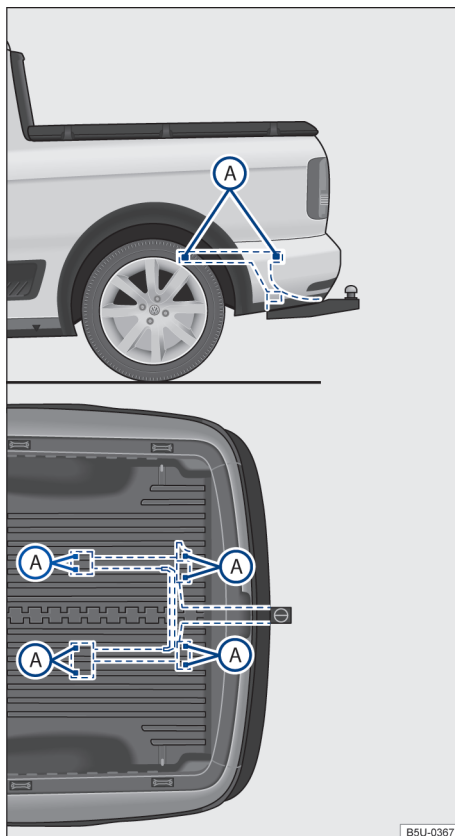

Fig. 124 Puntos de fijación para el montaje posterior de un enganche para remolque.
La figura → **fig. 124** muestra, a modo de ejemplo, el punto de fijación para montar un dispositivo de remolque del modelo Nueva Saveiro.
El montaje posterior de un dispositivo de remolque deberá ser efectuado de acuerdo con las instrucciones del respectivo fabricante del enganche, siempre respetando los puntos de fijación indicados en la → **fig. 124** (A).